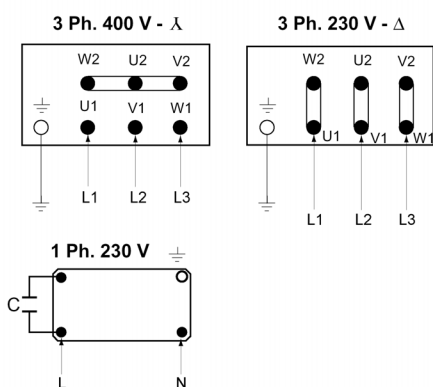

Рис. 3: подключение к сети
- Подключение к сети см. на рис. 3.